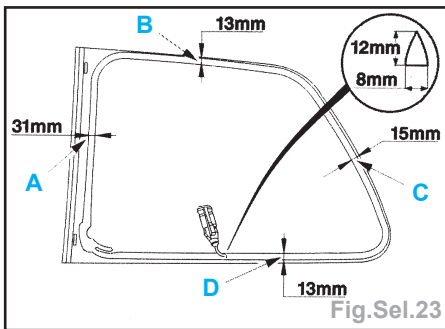

Fig.Sel.23
- Appliquer le cordon de colle (Fig.Sel.23) :